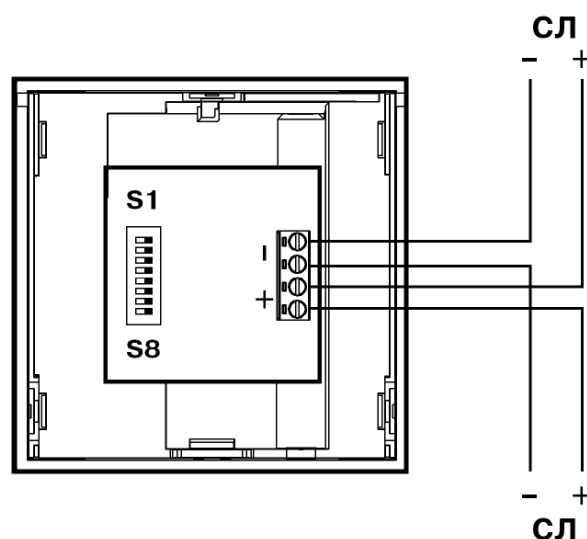

Рисунок 2
3.3 Контакты разъема извещателя следует подключить в разрывы проводов СЛ с соблюдением полярности (см. рисунок 2): два контакта "+" (контакты 1, 2) - к входу и выходу цепи СЛ(+), два контакта "-" (контакты 3, 4) - к входу и выходу цепи СЛ(-).